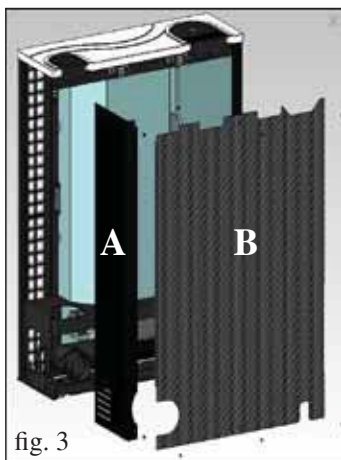

fig. 3
- Smontare il fianco metallico destro rimuovendo 2 viti (A - fig. 3).
- Smontare il pannello posteriore rimuovendo 6 viti (B - fig. 3).